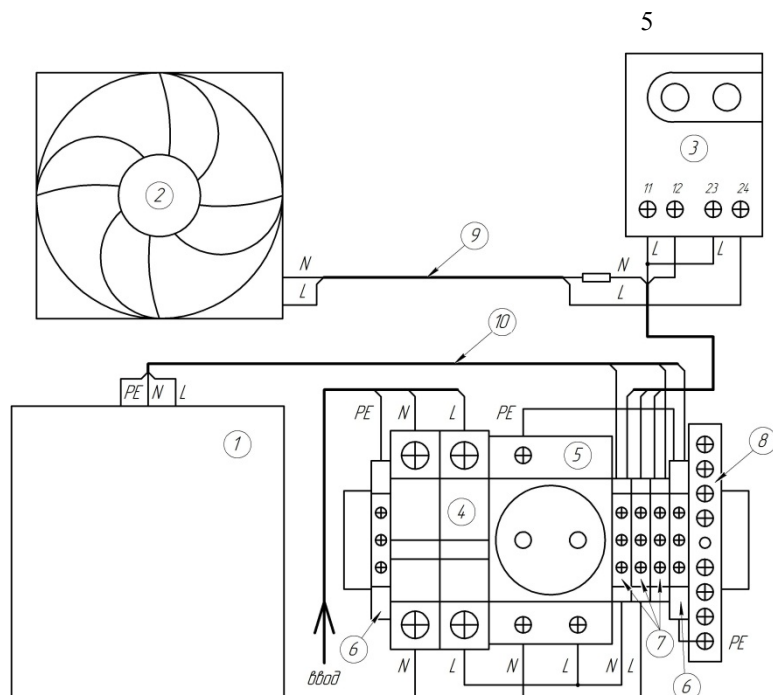

Рис.2 Схема электрическая.
4.1. ШКА представляет собой многослойную конструкцию, состоящую из следующих основных частей: внешней оболочки, теплоизолирующего слоя, внутреннего экрана, кронштейнов, направляющих для монтажа оборудования и системы автоматического терморегулирования (Рис. 2, Таблица 4).
Описание работы (по Таблице 4): С помощью вводного кабеля подключите к сети 220В систему терморегулирования, как показано на Рис. 2 (схема подключения), установите на термостате (3) требуемую температуру **включения** вентилятора (синяя шкала), температуру **выключения** обогревателя (красная шкала) и переключите автоматический выключатель (4) в положение "ВКЛ". После этого система начнет работу в автоматическом режиме. При температуре внутри ШКА выше заданной на термостате (3) включатся вентиляторы (2), для вытяжки нагретого воздуха (внутри шкафа обеспечивается температура окружающей среды при условии, что мощность установленного оборудования не превышает данных, указанных в Таблице 2). При понижении температуры ниже установленного уровня, автоматически включается обогреватель (1) и за счет естественной циркуляции воздуха тепло распределяется по всему объему ШКА.